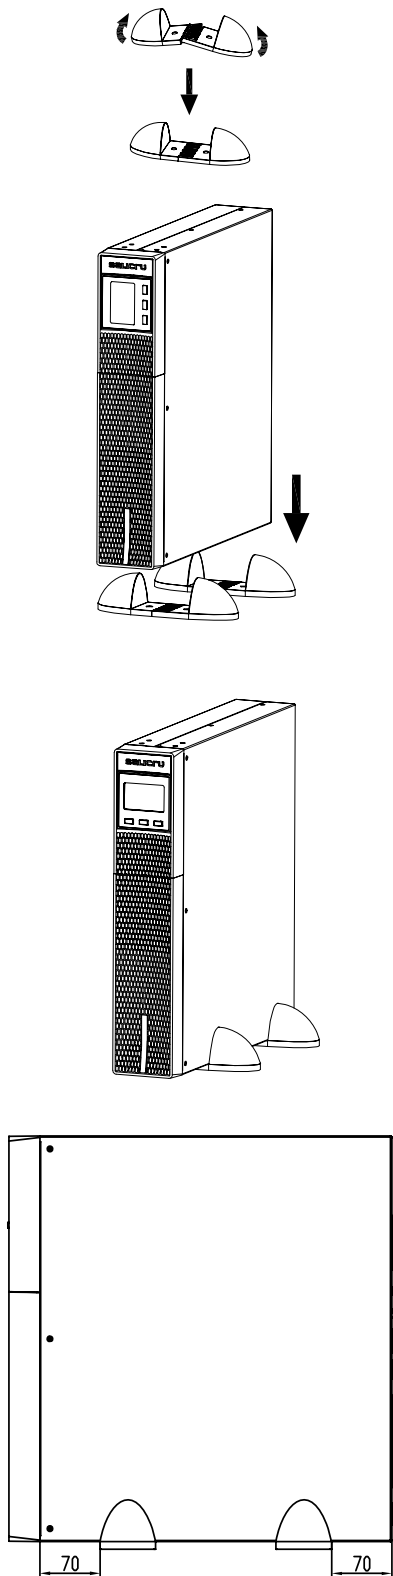

Fig. 6. Montage vertical -type tour-
- Placez l'onduleur entre les deux bases à une distance de 70 mm de chaque extrémité (voir la Fig. 6).